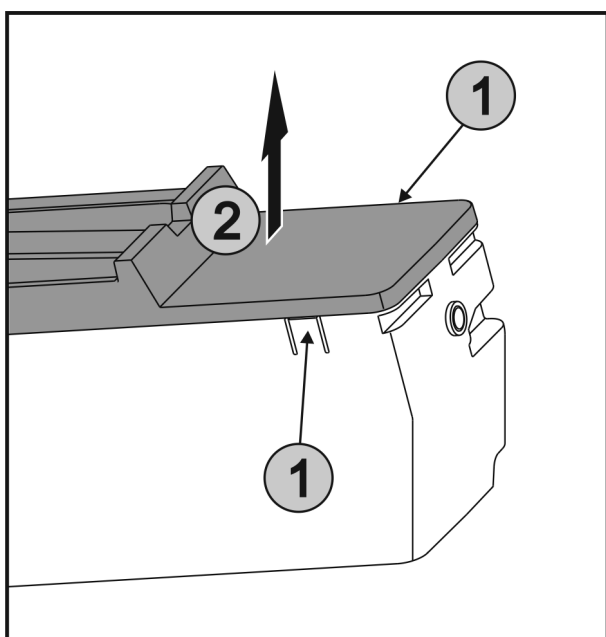

Fig. 57
- ▶ Súčasne stlačte spony Fig. 57 (1) na oboch stranách EasyTwist-Ice a odoberte kryt Fig. 57 (2) nahor.